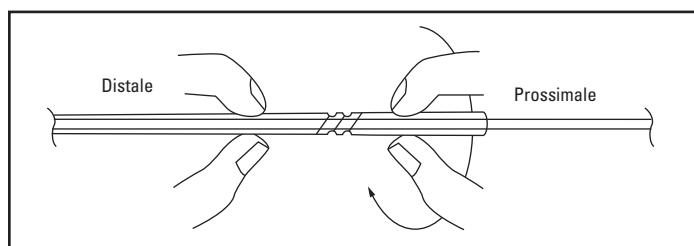

Figura 7. Bloccare tramite rotazione in senso orario
- Una volta liberata la spirale IDC, far avanzare con cautela entro 2 mm dalla punta della guaina introduttore, quindi innestare di nuovo il meccanismo twist-lock (Figura 7).
- Bloccare la spirale IDC in posizione pizzicando delicatamente la guaina su entrambi i lati del meccanismo twist-lock e ruotando il lato prossimale in senso orario (Figura 7).